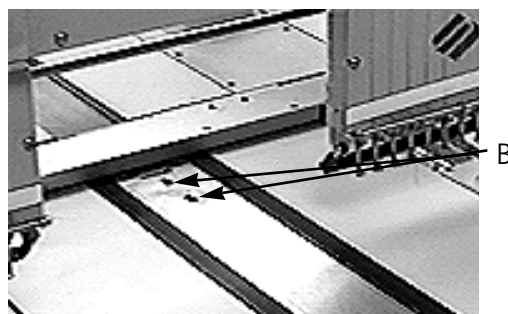

Figura 3-4
4. Consultando a Figura 3-4, remova os dois parafusos com encaixe na cabeça marcados "B" dos suportes de mancal do eixo Y. Não solte nem remova quaisquer outros parafusos dessa área. Repita esse passo em todos os quatro locais de suporte de mancal do eixo Y.